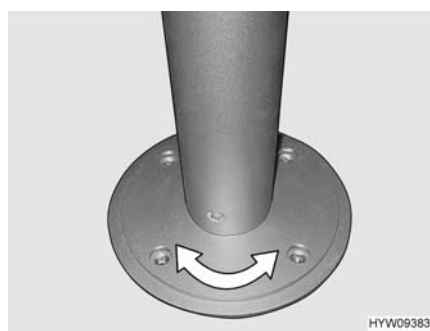

Fig. 61 Piede del tavolo a colonna (girevole)
- Ruotare il piano del tavolo nella posizione desiderata. A tale scopo occorre esercitare abbastanza forza, poiché il piano del tavolo ruota incontrando resistenza di attrito sul piede del tavolo a colonna (Fig. 61).